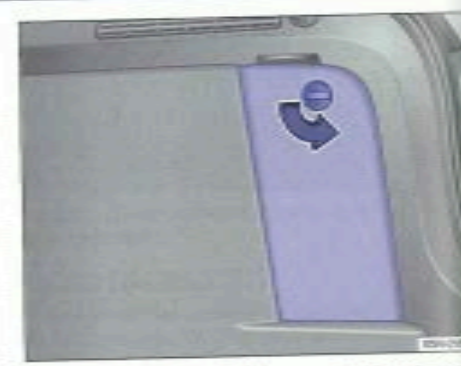

Fig. 209 Dans le coffre à bagages côté droit : rangement.
- Pour ouvrir, tournez la fermeture rapide d'environ 90° dans le sens inverse des aiguilles d'une montre → fig. 209 (flèche).